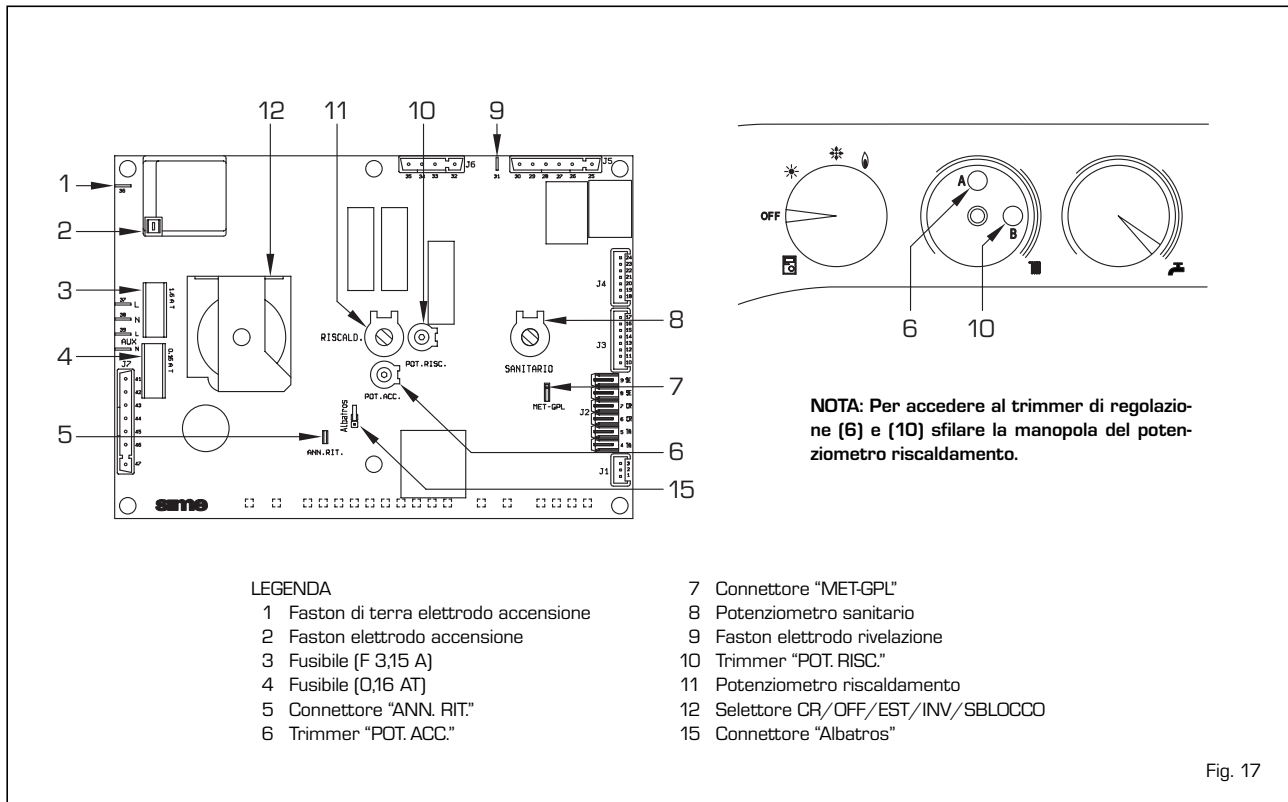

Fig. 17
- **Trimmer "POT. RISC."** (10 fig. 17)
- **Trimmer "POT. ACC."** (6 fig. 17)
- **Connettore "MET-GPL"** (7 fig. 17)
- **Connettore "ANN. RIT."** (5 fig. 17)
- **Connettore Modureg Sel.** (14 fig. 17)
- **Connettore "Albatros" (15 fig. 17)**
Per effettuare la regolazione della potenza riscaldamento, modificando la taratura di fabbrica il cui valore di potenza è intorno ai 16 kW, occorre operare con un cacciavite sul trimmer potenza riscaldamento (10 fig. 17).
- Sostituire gli ugelli principali (6) e la rondella in rame (4) con quelli forniti nel kit; per eseguire questa operazione usare una chiave fissa da 7.
- Inserire il ponte del connettore "METANO/GPL" della scheda elettronica sulla posizione corrispondente al gas utilizzato (7 fig. 17).